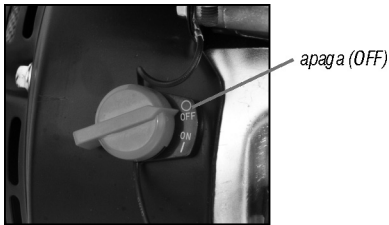

Fig. 25 – Apagando la moto bomba
- b. Apague la llave general de la moto bomba (fig. 25);